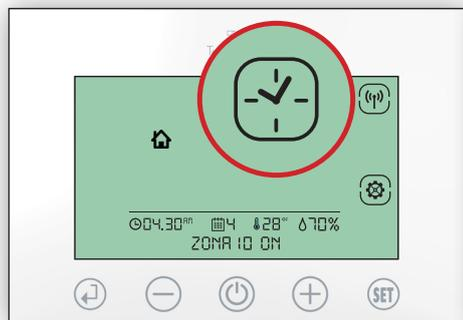

Fig. 17
- 1.1 Sbloccare premendo per 3 secondi (⏏), premere per 3 secondi (SET), premere più volte (SET) fino al lampeggio del simbolo (⏏). Premere una volta (⏏) per confermare. (Fig. 17)